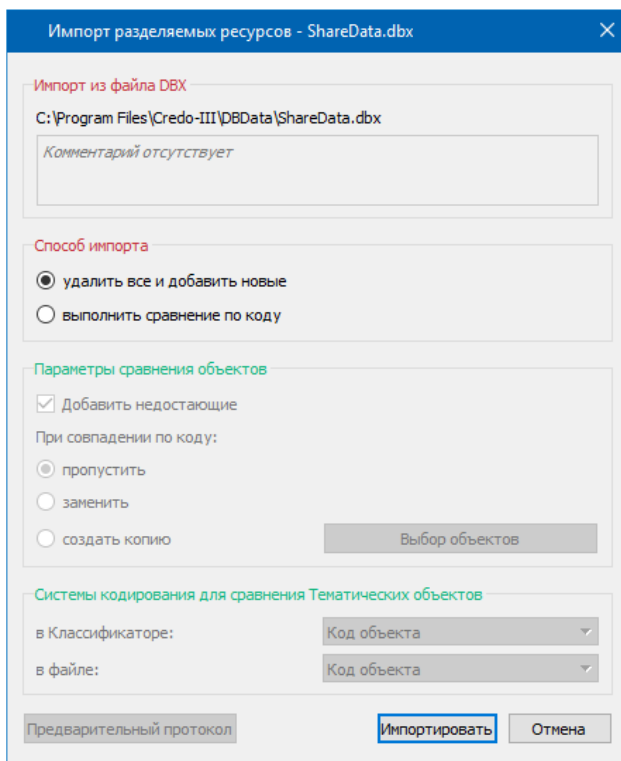

Рис. 2.4
- После чтения файла DBX открывается диалоговое окно **Импорт разделяемых ресурсов** (рис. 2.4), в котором нужно выбрать способ импорта **Удалить все и добавить новые** и нажать кнопку **Импортировать**.